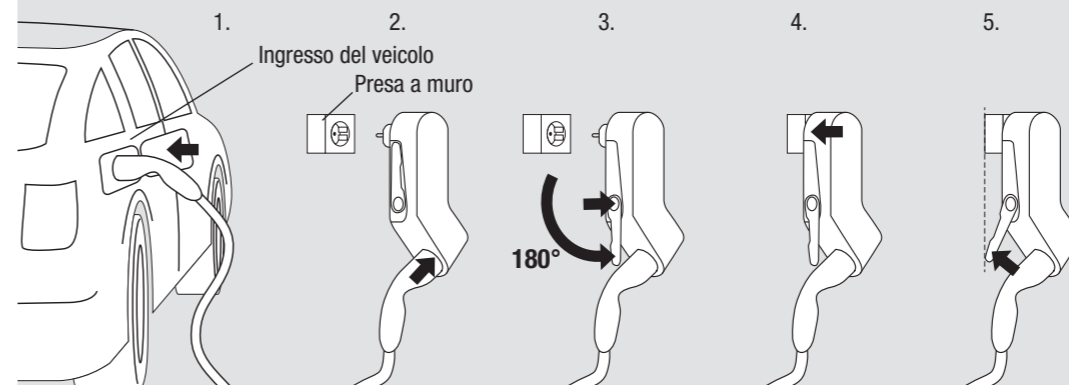

Fig. 2: Sequenza di ricarica
- Utilizzare il Mobility Dock solo verticalmente, sospeso e inserito in una presa a parete per evitare di tirare la presa (vedere foto fig. 2). I carichi pesanti possono danneggiare il Mobility Dock e/o la presa di corrente.
- Non collegare il Mobility Dock alla presa finché la spina di ricarica non è inserita nella presa di tipo 2 (C). In caso contrario la presa può essere danneggiata.